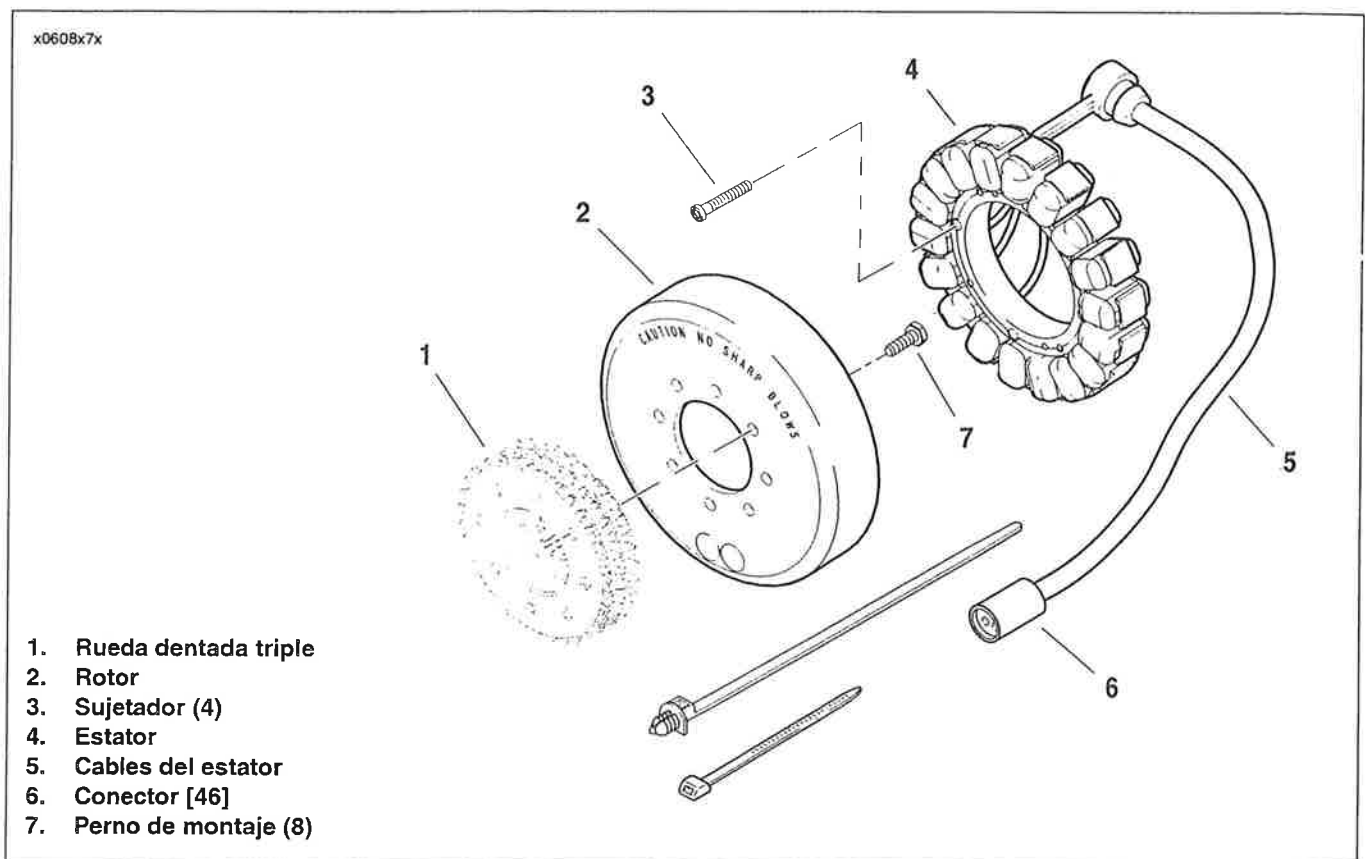

Figura 7-17. Componentes del alternador
1. Vea la Figura 7-17. Pase los cables del estator (5) con la arandela aislante fija por el agujero de la arandela en la mitad izquierda del cárter.